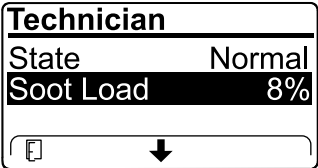

Figura 27
- Verificate il carico di fuliggine misurato come percentuale di fuliggine nel FAP (Figura 27); fate riferimento alla tabella del carico di fuliggine.